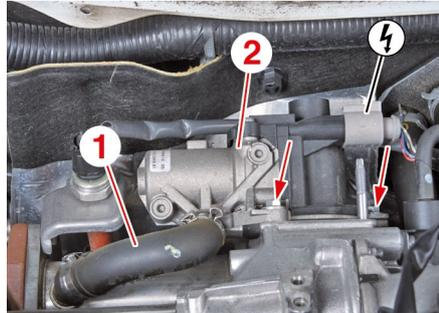

Fig. 18
- la durit **(1)** (Fig. 18),
- la vanne EGR **(2)** (Fig. 18).